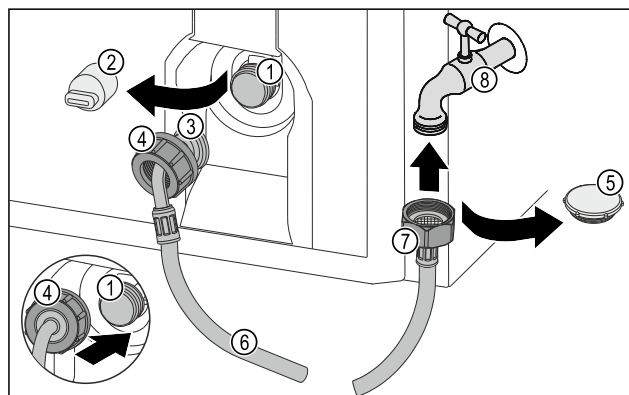

Fig. 74
- ▶ Távolítsa el a zárósapkát Fig. 74 (5).
- ▶ Helyezze fel az egyenes tömlővéget Fig. 74 (7) a vízcsapra Fig. 74 (8).
- ▶ Az óramutató járásának irányában húzza meg az anyát az egyenes tömlővégen Fig. 74 (7).